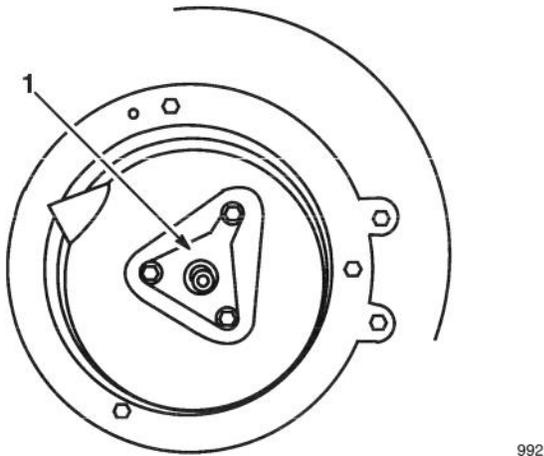

Figure 37
10. Installer le pot d'échappement et le support du vilebrequin sur la plaque de montage du moteur (Fig. 37).